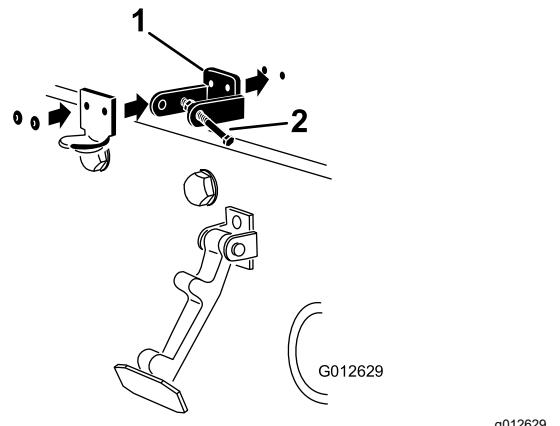

Figure 6
5. Rivez les supports et les rondelles sur le capot (Figure 6).